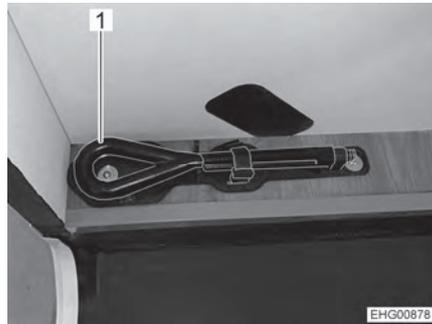

Fig. 1 Œillet de remorquage
- ▷ Il est décrit dans le mode d'emploi du véhicule porteur Ford que l'œillet de remorquage se trouve sous le siège passager. Dans le camping-car, l'œillet de remorquage (Fig. 1,1) se trouve cependant dans une fixation sur le plancher surélevé du garage arrière.